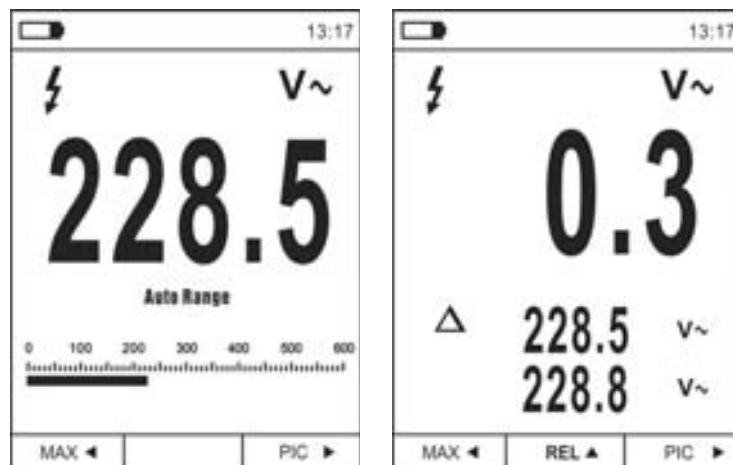

Fig. 8: Mesure relative
1. Appuyer sur la touche **REL ▲** pour entrer dans la mesure correspondante (voir Fig. 8 – partie droite). L'instrument met à zéro l'écran et sauvegarde la valeur visualisée telle que valeur de référence à laquelle seront rapportées les mesures successives. Le symbole « Δ » s'affiche à l'écran. Les fonctions « MAX/MIN » et « PIC » ne sont pas actives dans ces modes